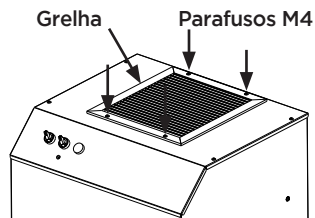

Fig. 4a - Grelha da unidade padrão
1. Utilize uma chave Phillips para retirar os 4 parafusos M4 da grelha padrão instalada na unidade (Fig. 4a). Retire a grelha tendo cuidado para não deixar parafusos cair no interior desta.